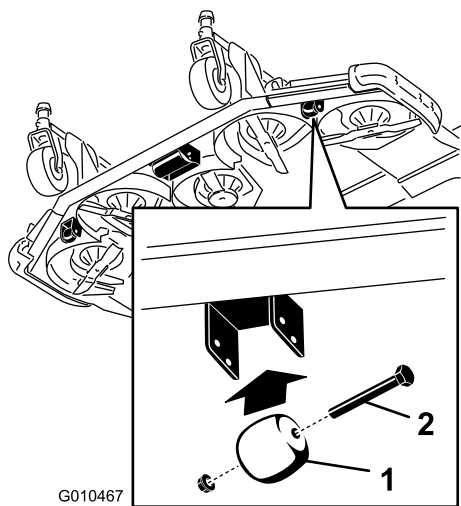

図 31
1. ゲージホイールとカッティングユニットのブラケットに固定しているボルトとナットを外す (図 31)。